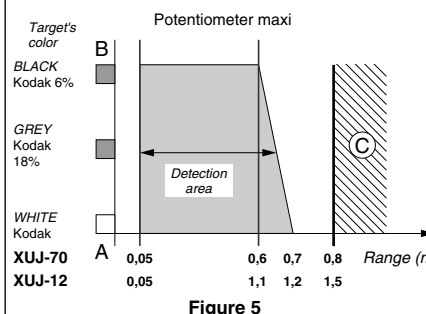

Figure 5
Cet appareil permet un réglage du seuil de la zone à ignorer allant de 0,50 à 0,80 m. (figure 5)
Cet appareil permet un réglage du seuil de la zone à ignorer allant de 0,80 à 1,50 m. (figure 5)
- Figure 5: variation de la portée en fonction de la couleur de l'objet.
This device allows the adjustment of background threshold from 0,50 m to 0,80 m (figure 5).
This device allows the adjustment of background threshold from 0,80 m to 1,50 m (figure 5).
- If the green LED is on, turn the potentiometer (P) anti-clockwise until it is extinguished, this ensures elimination of the background.
- Figure 5 shows the operation area depending on the colour of the target.
Das Gerät ermöglicht die Einstellung der Schaltschwelle bezogen auf den nicht zu erfassenden Hintergrund : Einstellbereich 0,50...0,80 m (Abb.5).